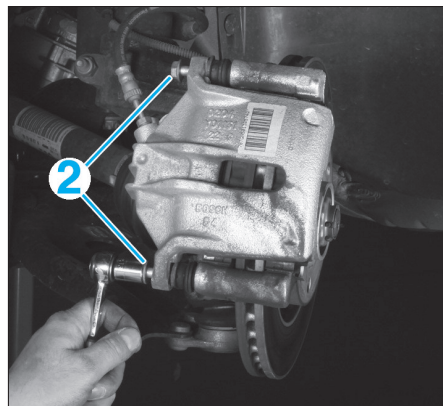

FIG. 2
- Déposer les vis (2) (Fig.2).